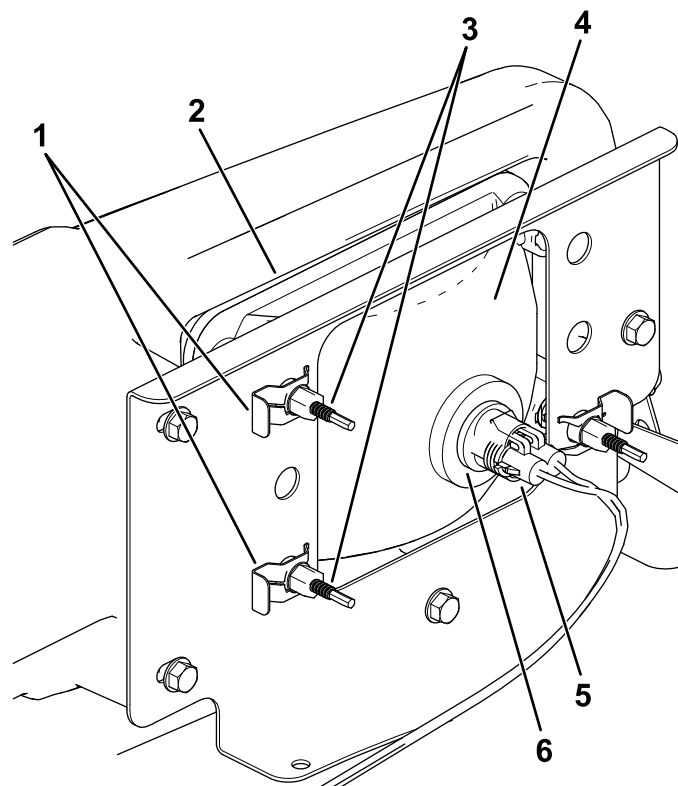

図 41
3. ランプアセンブリのコネクタから、ハーネス用のコネクタを外す 図 41。
4. ヘッドライトをヘッドライトブラケットに固定しているスピードクリップを外す 図 41。
5. ヘッドライトアセンブリ全体を前に押出して、前バンパーから外す 図 41。
6. 取り付け穴に新しいヘッドライトを取り付ける 図 41。
8. ハーネス用のコネクタを、新しいランプアセンブリのコネクタに接続する 図 41。
5. ヘッドライトアセンブリの裏側部分にある調整ねじ 図 41を回してヘッドライトアセンブリの角度を変えてビームの方向を調整する。